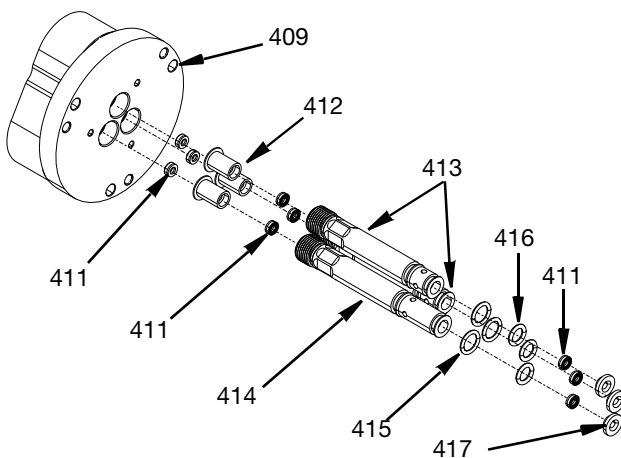

Рис. 17
5. Используя инструмент с острым лезвием или отвертку, осторожно извлеките нижние подшипники (417) из направляющих уплотнений подшипников (413-414). Утилизируйте нижние подшипники.
6. Используя крючок, извлеките сальниковые уплотнения иглы (411) со стороны направляющей уплотнения подшипника и утилизируйте их.
7. Удалите два сальниковых уплотнения иглы (411) и верхние подшипники (412) направляющих уплотнений подшипников и утилизируйте сальник иглы и верхние подшипники.
8. Снимите и утилизируйте уплотнительные кольца (415 и 416). См. Рис. 17.